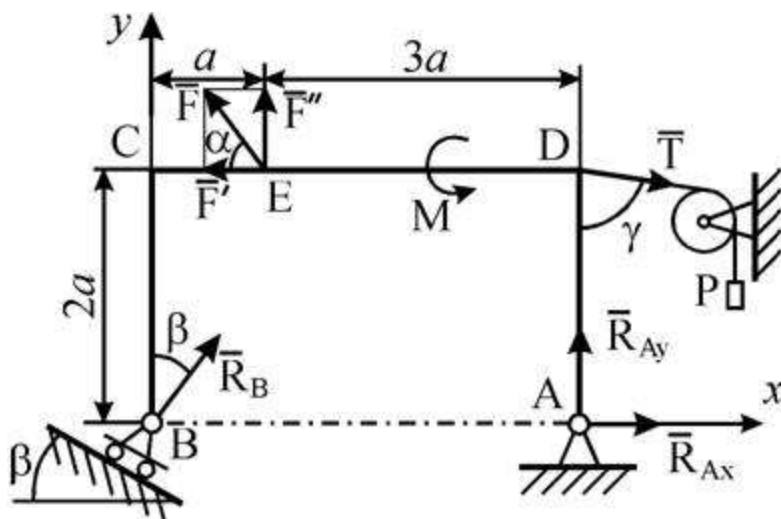

Рис. 19
**Пример 7.** Жесткая рама  $ABCD$  (рис. 19) имеет в точке  $A$  неподвижную шарнирную опору, а в точке  $B$  - подвижную шарнирную опору на катках. Все действующие нагрузки и размеры показаны на рисунке.
**Ответ:**  $X_A=-8,5$ кН;  $Y_A=-23,3$ кН;  $R_B=7,3$ кН. Знаки указывают, что силы  $X_A$  и  $Y_A$  направлены противоположно силам, показанным на рис. 19.